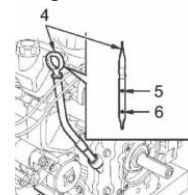

Fig.1
- Controleer motoroliepeil dagelijks door middel van de peilstok op de motor.fig1) en vul motorolie 15W40 bij indien nodig.